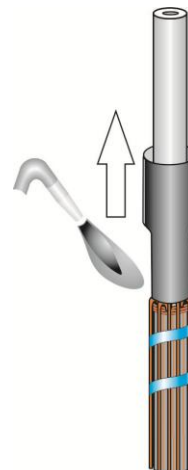

Рис.7
7. Надвинуть экранирующую манжету на жилу кабеля до изгиба проволок экрана и усадить. Усадку производить в направлении, указанном на Рис.7.